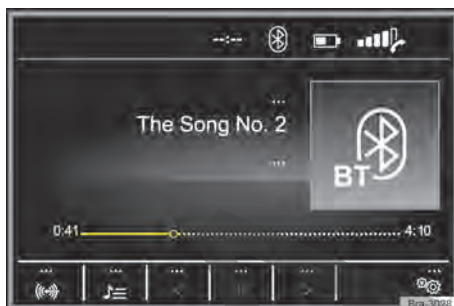
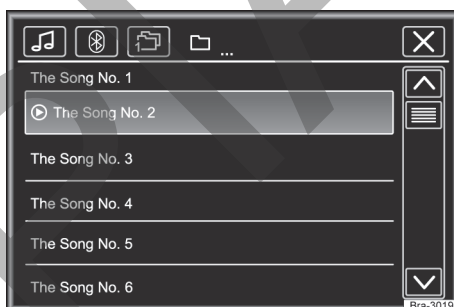

Fig. 131 Menú principal de medios.
Fig. 132 Operación de la radio: lista de estaciones.
– Presionar la tecla **[MEDIA]** para abrir el menú principal **MEDIA** → fig. 131.
Las fuentes de medios que se reproducen actualmente se exhiben en el botón de función en la parte inferior izquierda → fig. 131.
Leyenda para → fig. 131 y → fig. 132: